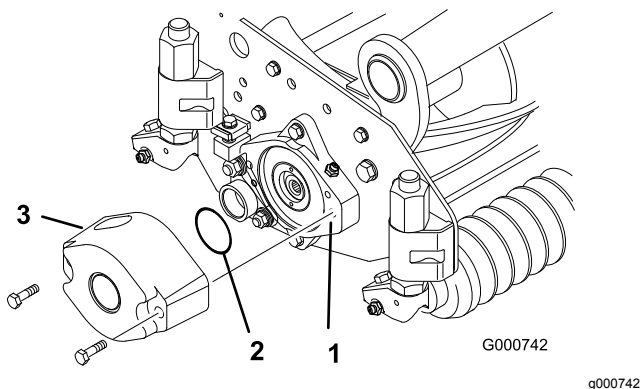
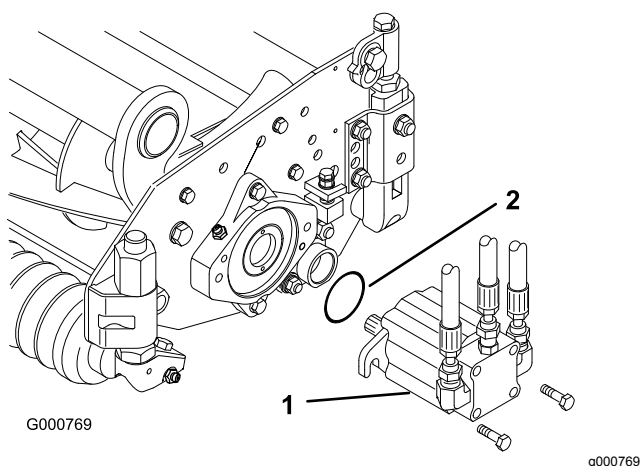

Figure 15
Figure 18
- Lubrifiez et montez un grand joint torique dans la rainure du logement de roulement à chaque extrémité de l'unité de coupe (Figure 15 et Figure 18).
- Fixez un contrepoids sur l'extrémité appropriée de chaque unité de coupe au moyen des vis fournies (Figure 15).
13. Montez le moteur du côté entraînement de l'unité de coupe et fixez-le avec 2 vis (Figure 18).